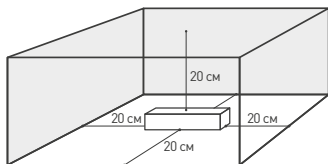

Рис. 1. Свободное пространство вокруг источника.
- 4.2. Для естественной вентиляции обеспечьте не менее 20 см свободного пространства, как изображено на Рис. 1. При невозможности обеспечить свободное пространство используйте принудительную вентиляцию.